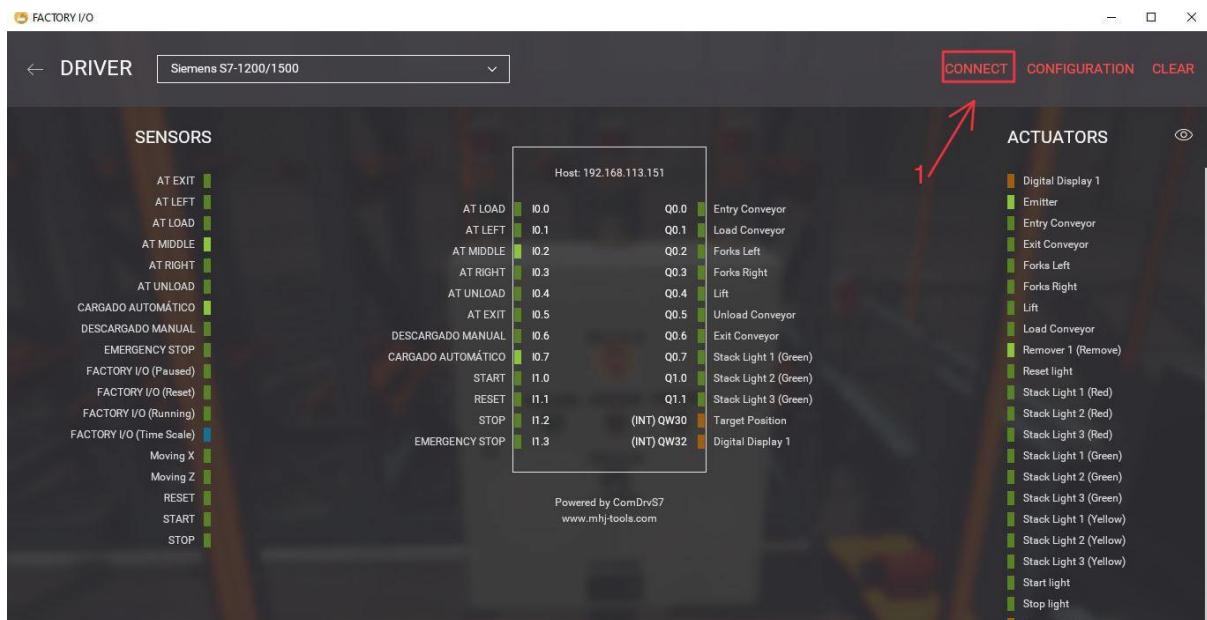

Ilustración 73
Una vez terminada la configuración en Factory IO para podernos conectar con el autómata (recordar) y la configuración en TIA Portal para poder permitir la comunicación con el PLC (recordar), solamente necesitamos entrar en la ventana de la configuración de las entradas y salidas en Factory IO (*Ilustración 73*) y le damos a *CONNECT* (1).